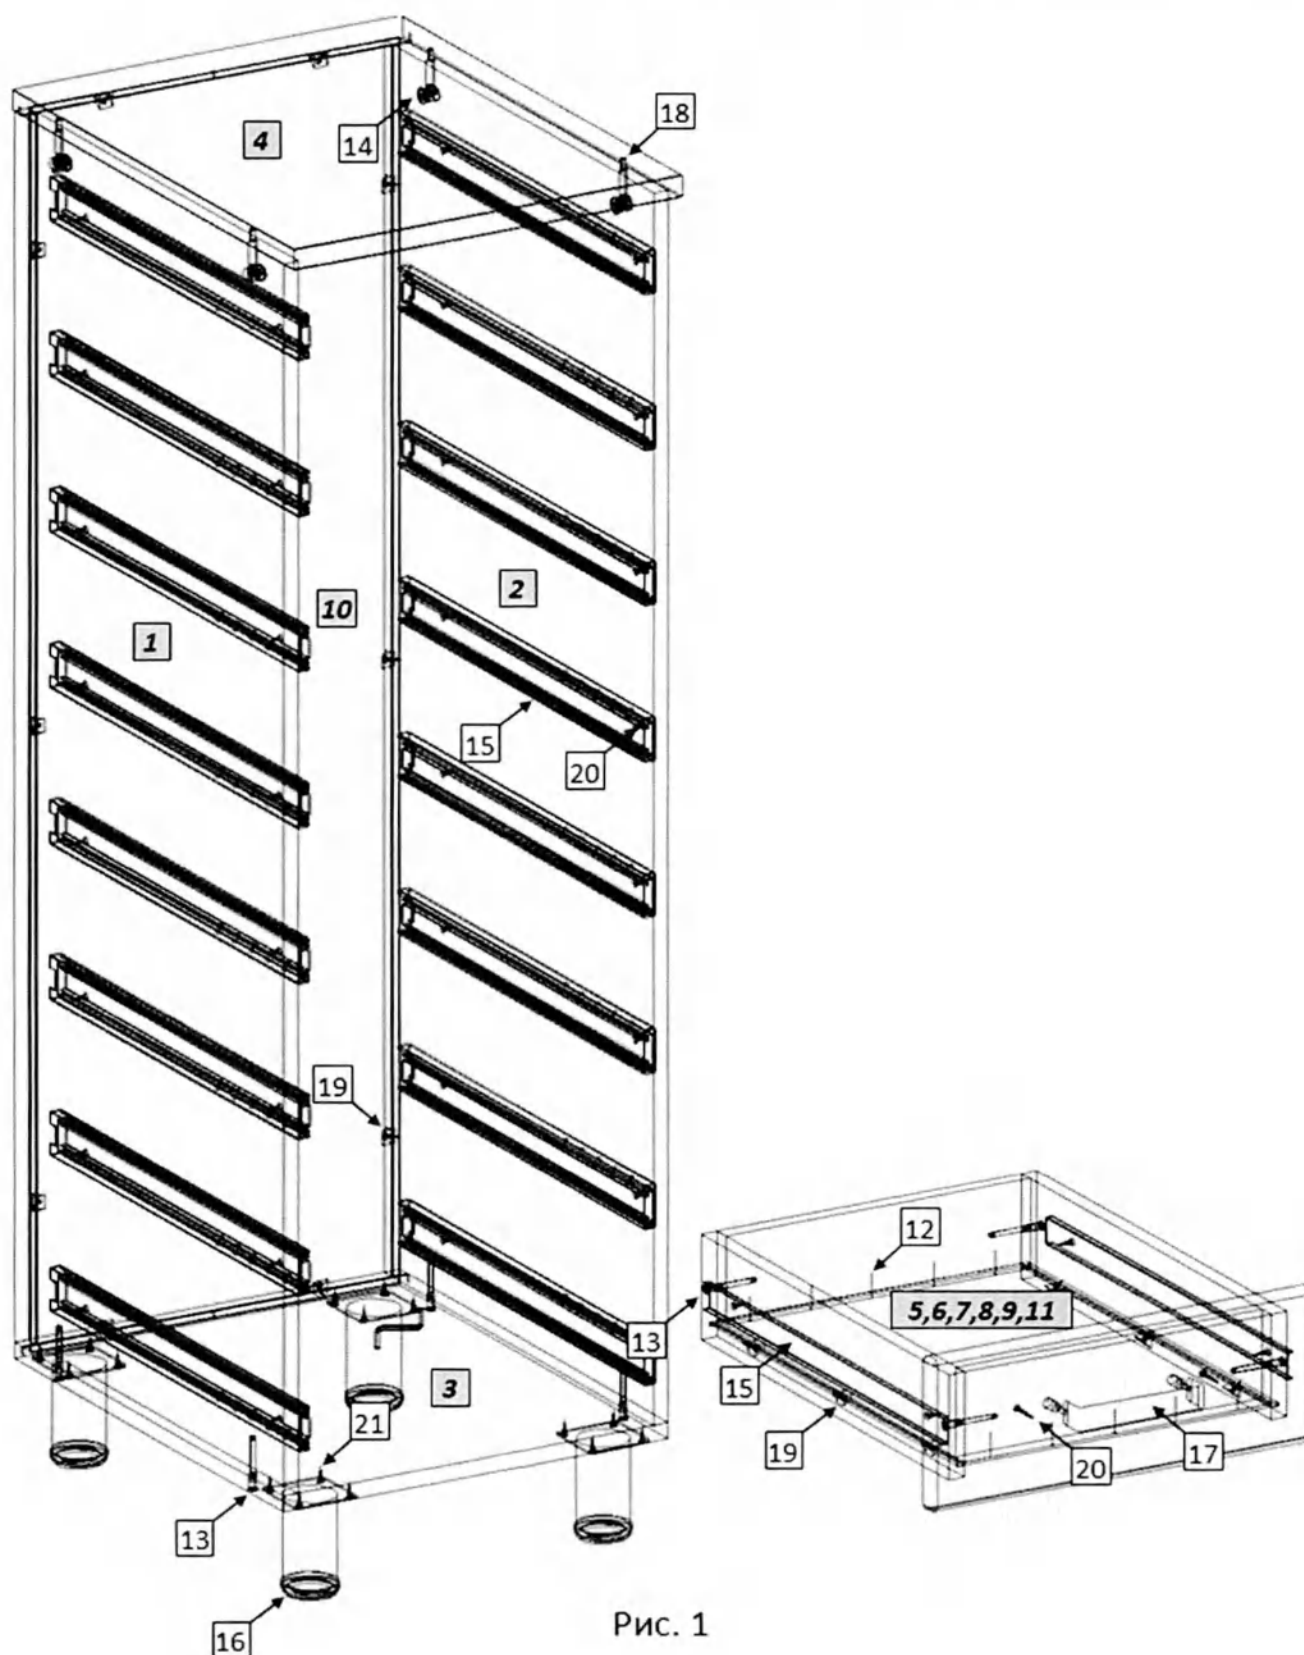

Рис. 1
1. Внимательно ознакомьтесь со схемой сборки, изображённой на рис. 1, сверяясь со спецификацией на изделие. Согласно схеме и спецификации определите расположение деталей в изделии и порядок их сборки. Сборка производится на ровном полу, укрытом материалом, предотвращающим повреждение покрытия пола и деталей мебели. Подготовьте необходимые для сборки инструменты – плоскую и крестовую отвёртки, молоток, рулетку или линейку, шуруповёрт.
2. На стенках шкафа (1,2) шурупами 4×16 (21) закрепите направляющие (15); установите цилиндрические части эксцентриковых стяжек (18) в предназначенные для них отверстия. На крышке (4) установите штоки эксцентриковых стяжек (18).
3. Евровинтами (13), как показано на рис. 1, соедините боковые стенки (1,2) с горизонтальной нижней стенкой (3). В пазы установите заднюю стенку (10). Установите крышку. Затяжка соединения производится путём поворота эксцентриков до упора в направлении стрелки, выштампованной на корпусе стяжки. На видимые головки эксцентриков установите заглушки (14). Зафиксируйте заднюю стенку в пазах уголками (19). На горизонтальной нижней стенке (3) шурупами 4×16 (21) закрепите опоры (16).
4. Сборка ящиков. Евровинтами (13) соедините боковые стенки ящика (5,6) с задней (7) и передней (8) стенками. Дно ящика (9) установите в пазы и закрепите к задней и передней стенкам гвоздями (12), к боковой стенке – уголками (19). Шурупами 4×16 (21) закрепите узкие части направляющих (15). Шурупами 3.5×30 (20) закрепите фасад (11) к передней стенке ящика (8). Установите ручку (17). Установите собранные ящики в корпус шкафа.